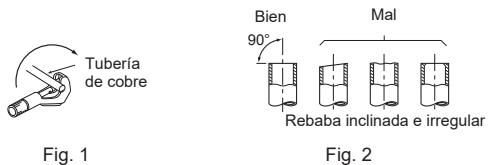

Fig. 1
- 1) Retire la cubierta eléctrica (1).
- 3) Una la tubería de conducción a la placa de conducción con la tuerca de fijación. El cable de conexión de la unidad interior/exterior (◎) que procede desde el interior de la tubería de conducción debe ser menor de 7/8 pulg. (23 mm). (Fig. 1)
- 1) Corte el tubo de cobre correctamente con un cortador de tubos. (Fig. 1, 2)